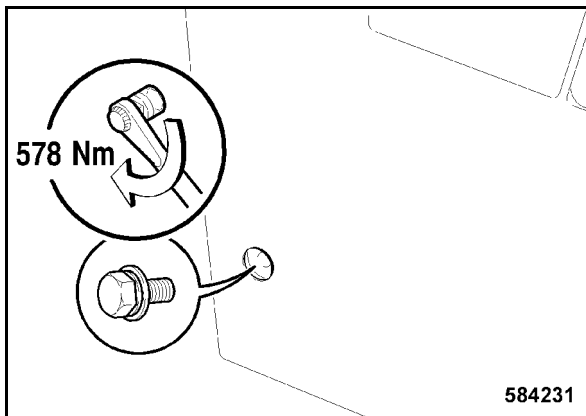

Fig. 212
- El tornillo de fijación trasero, lateral de la derecha hay que apretar con 578 Nm (Fig. 212).